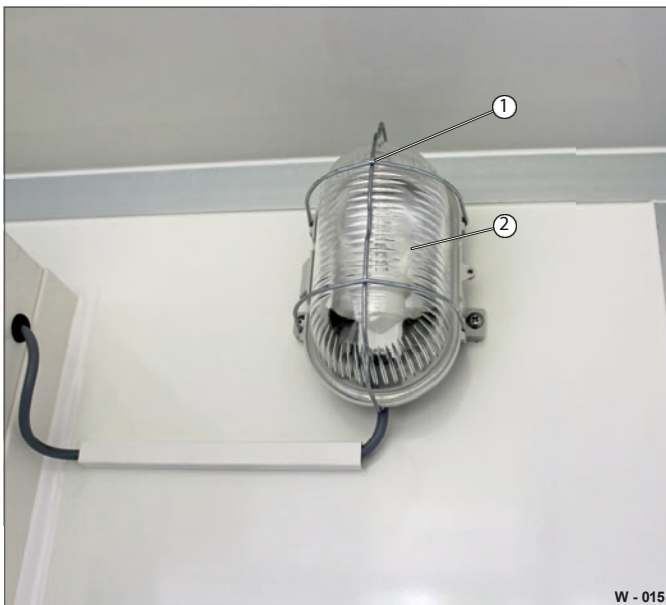

Fig. 15 Standard innvendig belysning
- Etter at lyspæren er skiftet ut, settes dekselet på plass igjen og festes med klipsene - se fig. 15.